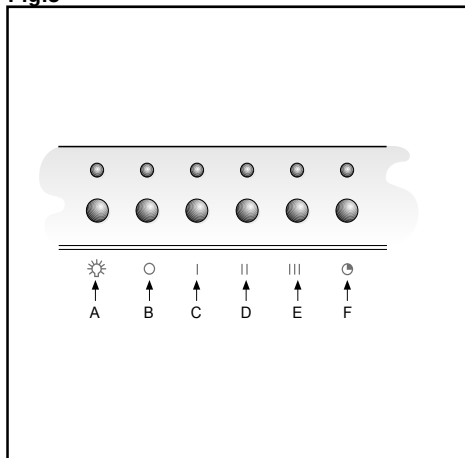

Fig.7
• **COMMANDES:** (Fig. 7) **ÉLECTRONIQUES** le symbole sont le suivant:
• **Saturation filtres anti-gras/charbon actif Fig.7**